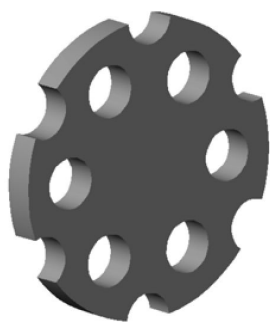

Рис. 116. Деталь с шестью отверстиями
2. Деление окружности на 6 равных частей. На рис. 116 показана деталь, которая имеет 6 отверстий. Из центров в точке *1* и точке *4* (рис. 117) проводим дуги радиуса *R*. Точки *1*, *2*, *3*, ... *6* делят окружность на 6 равных частей.
На рис. 116 показана деталь, которая имеет